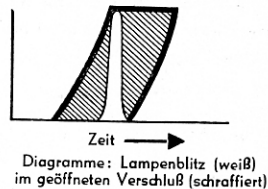

Abb. 8
- Man blitzt in den vollständig geöffneten Kameraverschluss hinein. Das wird als X-Synchronisation oder „Offenblitztechnik“ bezeichnet, siehe Abbildung 8 Kabelanschluß bei X (beziehungsweise E).